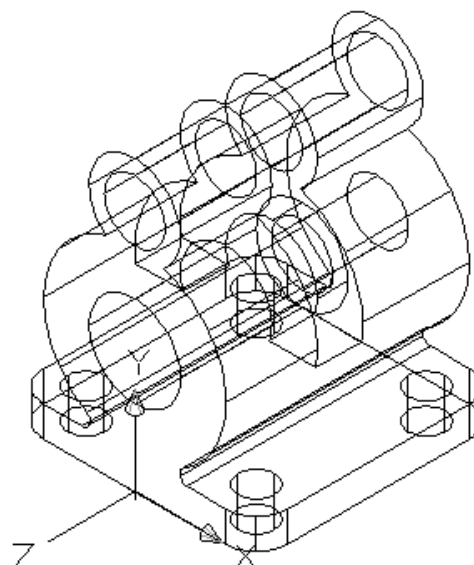

Рис. 3.15. Составной твердотельный объект
-  В результате все твердотельные примитивы превратились в один составной объект (рис.3.15).